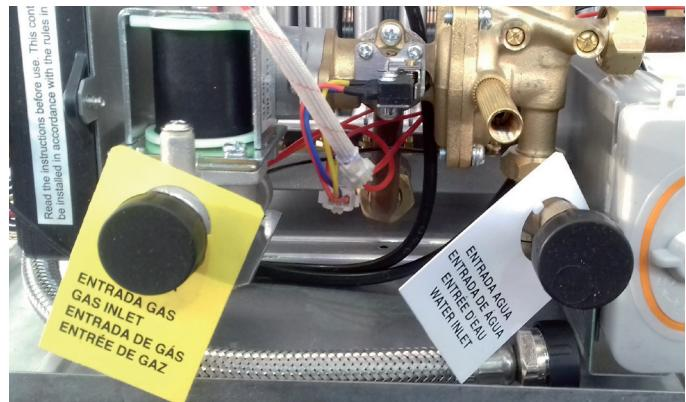

fig. 9 - Cartellini degli allacciamenti
- Rimuovere i tappi dagli attacchi dell'acqua e del gas, vedi fig. 9.